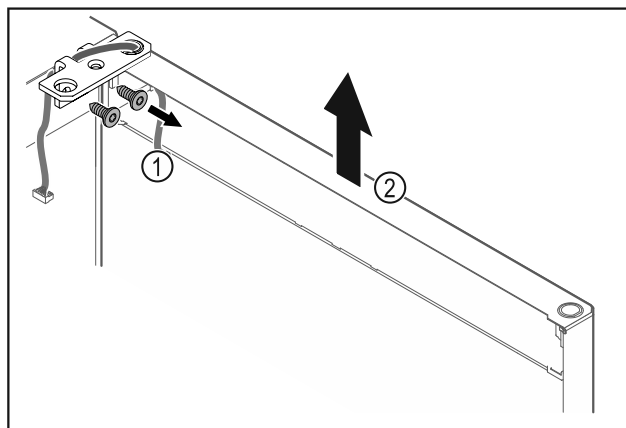

Fig. 21
- ▶ Odvrnite kutne šarke Fig. 21 (1).
- ▶ Dignite vrata s kutnim šarkama Fig. 21 (2) cca 200 mm ravno prema gore i skinite ih.